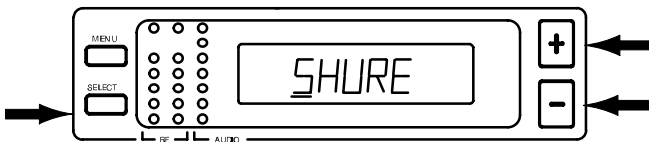

FIGURA 23
3. Oprima el botón de SELECCION. Una línea de subrayado aparece debajo del primer carácter de la designación actual. La designación programada por omisión en fábrica se indica en la Figura 23.